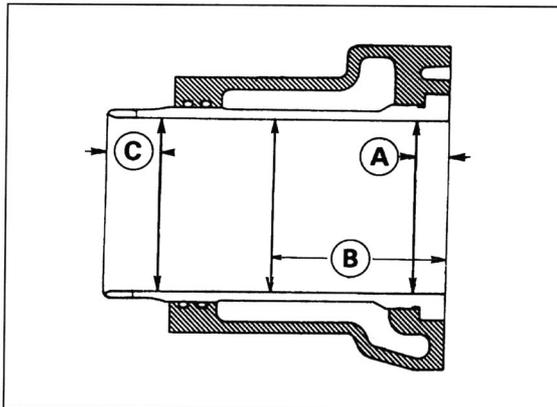

Bild 200
- ☞ Zylinderdurchmesser in drei Messebenen (Bild 200) in Fahrtrichtung und im rechten Winkel dazu messen. Mittelwert beider Messungen soll 74,00 – 74,012 mm betragen. Verschleissmass 74,11 mm.